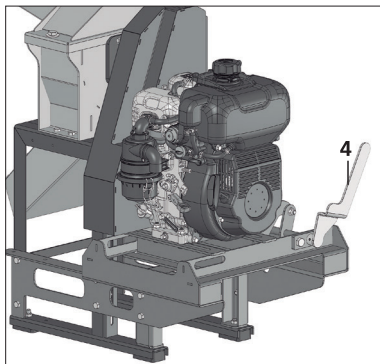
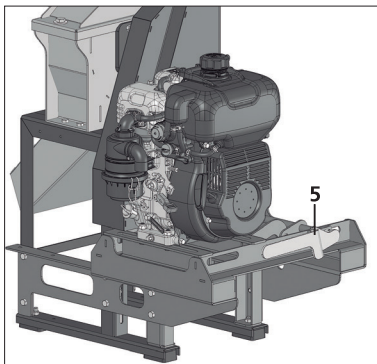

Fig. 02
Fig. 03
3. O motor deverá ser acionado somente se a alavanca do esticador de correia estiver na posição (4) de alívio, [Fig. 02], ou seja, sem esticar a correia. Nesta posição, ligue o motor e, após atingir sua rotação máxima, empurre a alavanca do esticador de correia na posição (5) [Fig. 03], movimentando o motor sobre o suporte e assim verificando se as correias ficarão tensionadas, atendendo ao funcionamento do triturador. A alavanca do esticador de correia deve ser tensionada apenas quando o motor estiver em funcionamento, para evitar danos ao motor. Para ligar o equipamento, repita o passo do alívio da correia, deixando na posição (4) [Fig. 02].
3. The engine should only be started if the belt tensioner lever is in the release position (4), [Fig. 02], without stretching the belt. In this position, start the engine and, after reaching its maximum speed, push the belt tensioner lever into position (5) [Fig. 03], moving the engine on the support and thus checking if the belts will be tensioned, considering the working condition of the shredder. The belt tensioner lever must only be tensioned when the engine is running, to avoid damage to the engine. To turn on the equipment, repeat the belt release step, leaving it in position (4) [Fig. 02].
3. Solamente accionar el motor si la palanca del tensor de correa está en la posición (4) de alívio, [Fig. 02], es decir, sin estirar la correa. En esta posición, encienda el motor y, después que alcance su máxima rotación, empuje la palanca del tensor de correa en la posición (5) [Fig. 03], moviendo el motor sobre el soporte y comprobando si las correas quedarán tensadas para cumplir el funcionamiento del triturador. La palanca del tensor de correa debe tensarse apenas cuando el motor se encuentre en operación, para evitar daños en el motor. Para encender el equipo, repita el paso de alívio de la correa y deje en la posición (4) [Fig. 02].